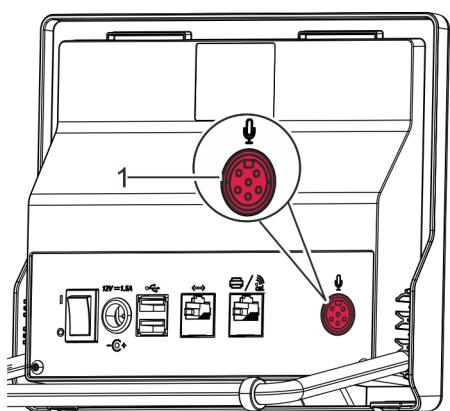

Fig. 39: Retirar el cable del micrófono
2. → Sacar el cable del micrófono de la conexión del micrófono (Fig. 39/1).